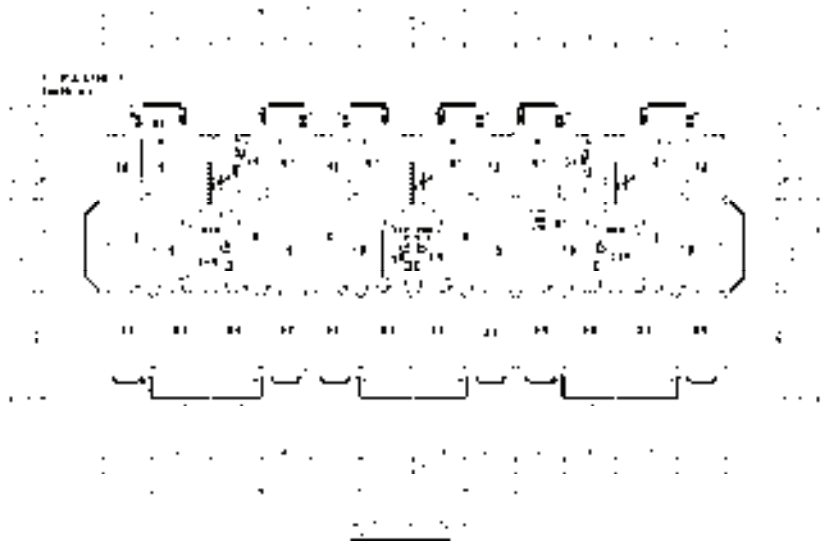
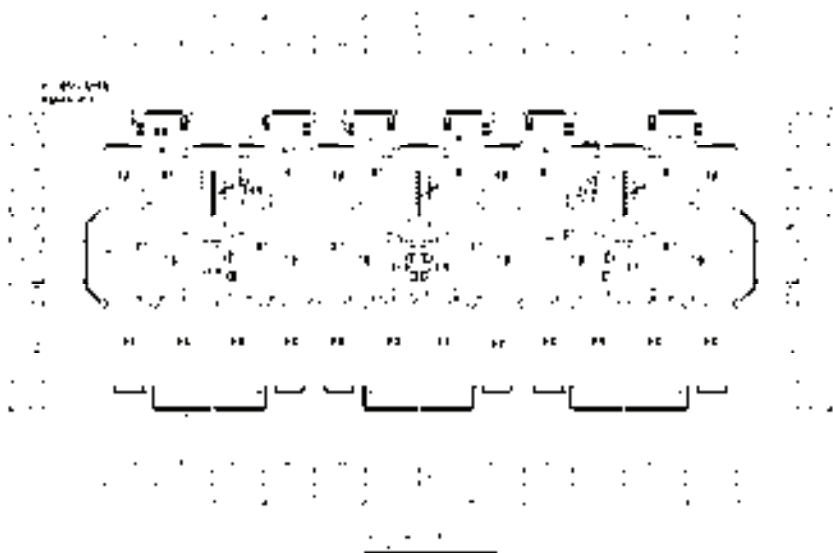

图 14-80 标准层平面
图 14-81 五层平面图
1) 调用“复制”命令，将一层平面图移动复制到一旁；然后调用 AutoCAD 命令和天正命令执行删除和添加图形的操作，完成标准层和五层平面图的绘制，分别如图 14-80 和图 14-81 所示。